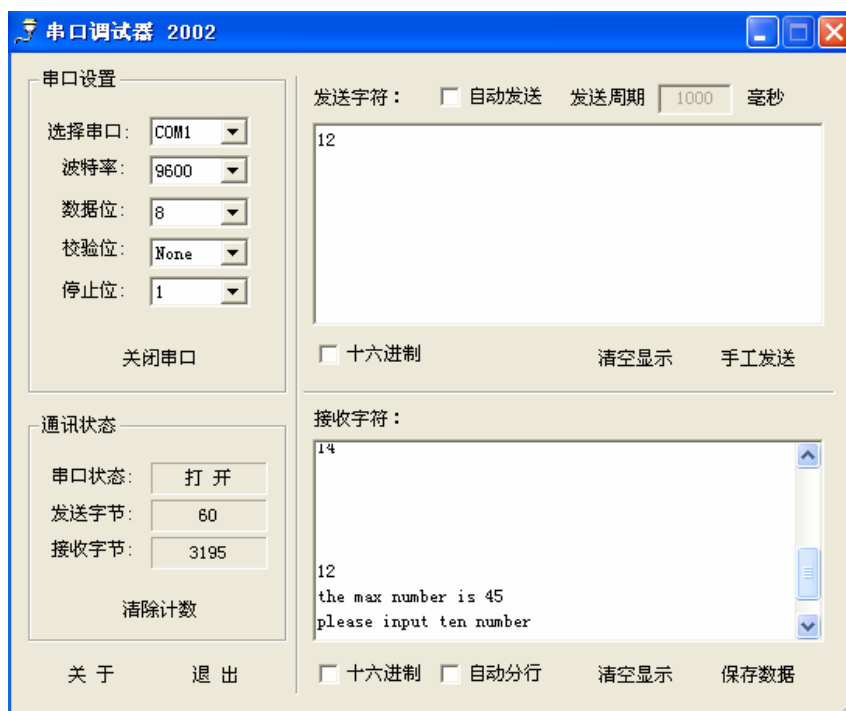

图 3-38
3. 从串口中分别输入五个数设为（45、 12 、33、14 、12）然后单片机就会把其中的大者输出到串口的接收区。如下图 3-38 所示。